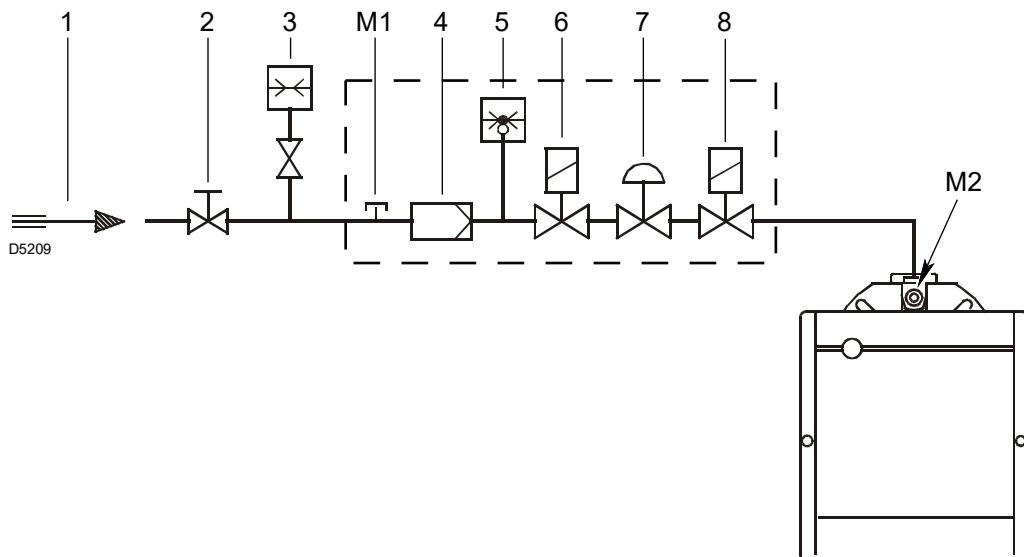

Abb. 16
Zeichenerklärung (Abb. 16)
Gasdruck, gemessen am Anschluss M2) (Abb. 16) unter folgenden Bedingungen:
- vom Gasdruck am Anschluss M2) (Abb. 16) den Druck in der Brennkammer abziehen.
Gasdruck am Anschluss M2) (Abb. 16) = 10 mbar
Um stattdessen den am Anschluss M2) (Abb. 16) notwendigen Gasdruck zu ermitteln, nachdem die höchste Modulationsleistung festgelegt wurde, bei der der Brenner arbeiten soll:
- Rechts, in Spalte 1, den Druck am Anschluss M2) (Abb. 16) ablesen.